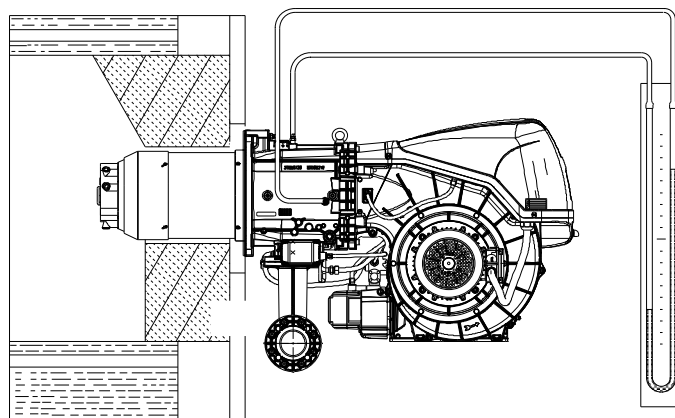

Fig. 31
- Monter un manomètre en U ou un manomètre de type différentiel (Fig. 31), avec la prise (+) sur la pression de gaz du manchon et (-) dans la chambre de combustion. Il sert à mesurer approximativement la puissance MAX. du brûleur, à l'aide du Tab. N.
L'arrivée de gaz au manchon est mise en évidence sur le manomètre en U (Fig. 31).